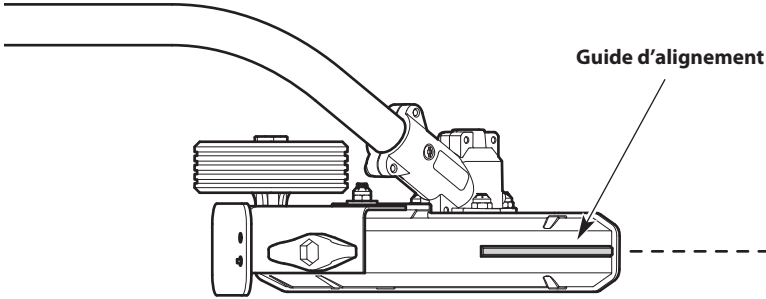

Fig. 14
- Servez-vous du guide d'alignement pour vous aider à conserver l'alignement correct (Fig. 14).